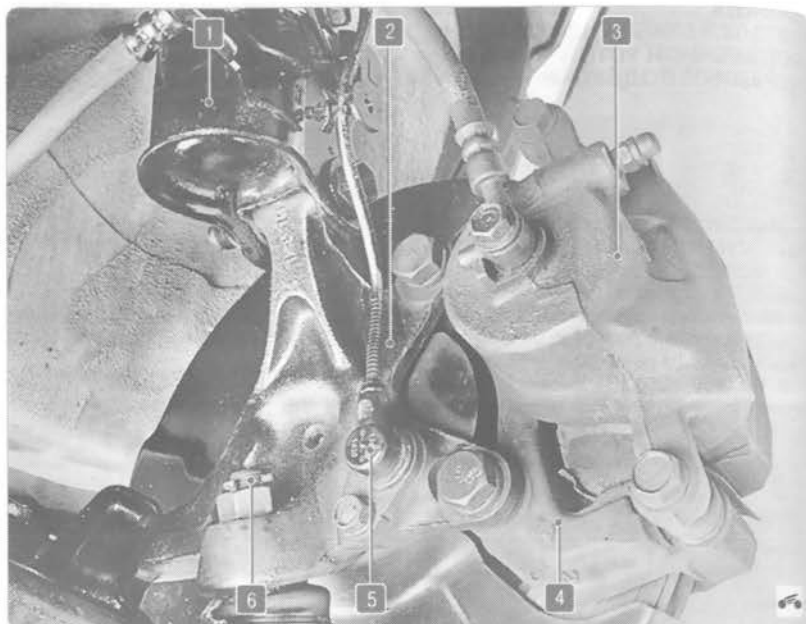

Рис. 7.5. Поворотный кулак: 1 – амортизаторная стойка; 2 – поворотный кулак; 3 – суппорт; 4 – направляющая колодок; 5 – датчик скорости; 6 – палец шаровой опоры
3. Выверните болт крепления датчика скорости 5 (рис. 7.5) из поворотного кулака 2...
3. Выверните болт крепления датчика 5 (см. рис. 7.5) скорости из поворотного кулака 2...